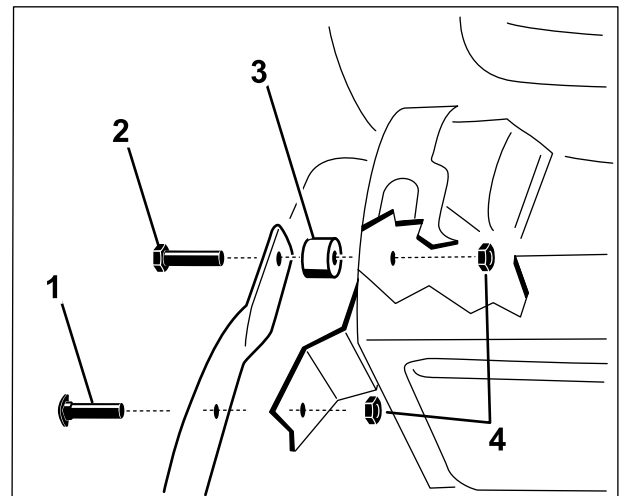

Bild 4
2. Befestigen Sie den Griff mit vier Schrauben, 4 Sicherungsmuttern und 2 Distanzstücken (aus den losen Teilen) am Mähwerk (Bild 4).